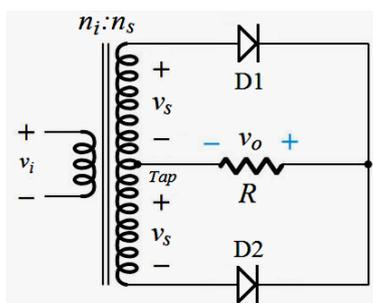
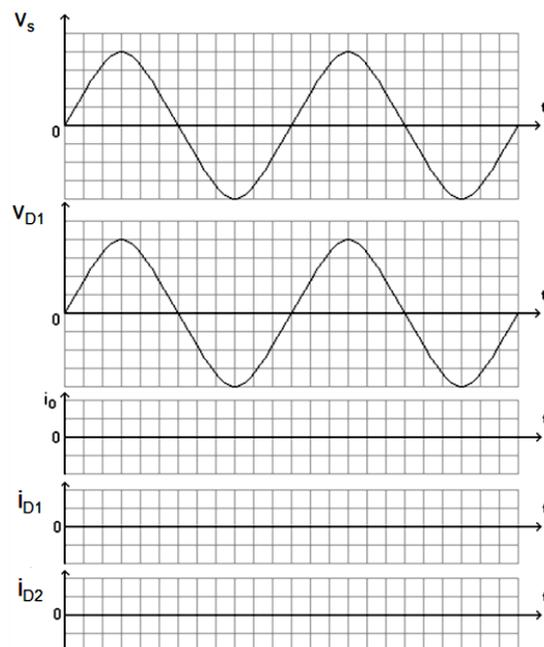

Figura 1.117.
Figura 1.118.
►► EF 12 – Plotar as formas de onda do circuito da Figura 1.117 no oscilograma da Figura 1.118.